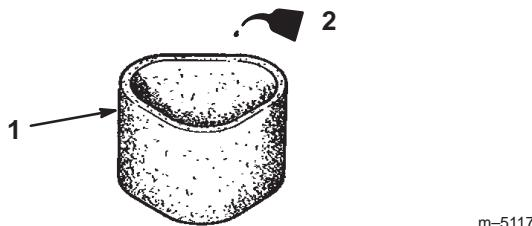

Figure 20
- C. Imbibez l'élément d'huile (Fig. 20). Pressez l'élément pour bien répartir l'huile.